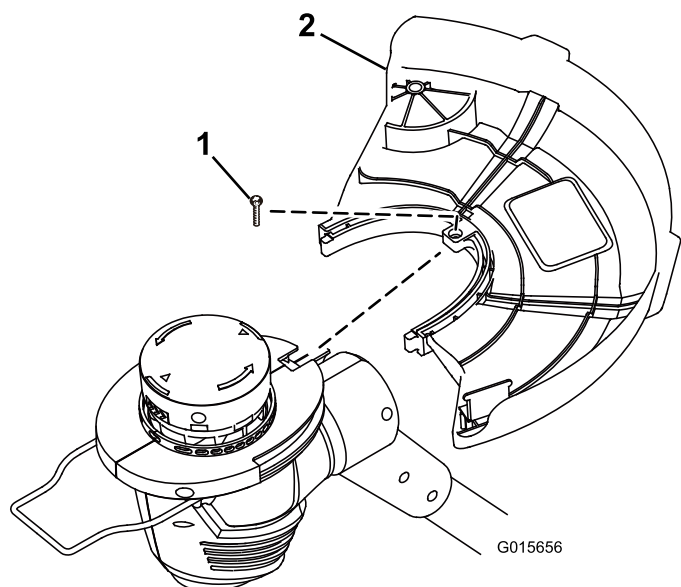

Figure 2
1. Glissez le déflexeur sur la base de la débroussailleuse, comme illustré à la Figure 2.